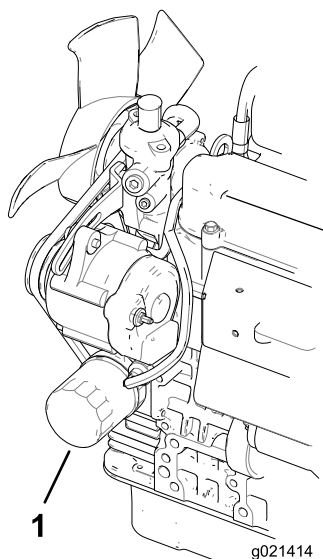

図 47
2. オイルフィルタ (図 47) を外す。新しいフィルタのシールに薄くエンジンオイルを塗って取り付ける。締めすぎないように注意すること。